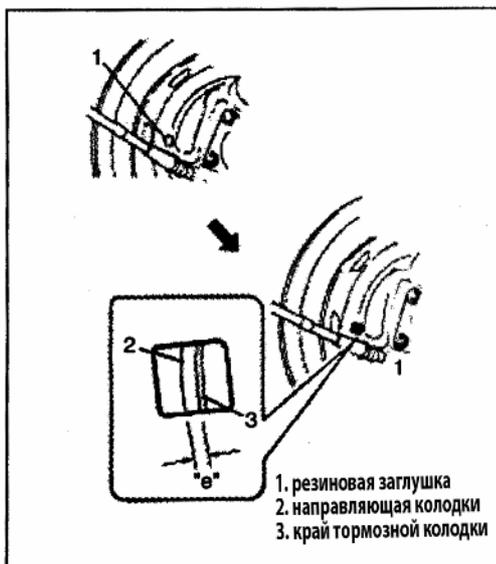

Рис. 615
- 2) Снимите резиновую заглушку со щитка тормоза (Рис.615).